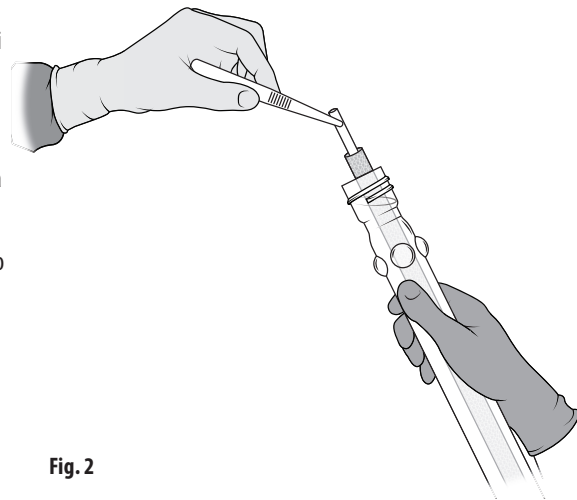

Fig. 2
4. Mandrina va pluti deasupra deschizăturii tubului. Îndepărtați proteza în mod aseptice din tub apucând capătul mandrinei și ridicând-o ușor din tub. Fig. 2. Nu permiteți ca proteza să atingă marginea exterioară a tubului. „T” din partea inferioară a mandrinei va împiedica grefa să alunece de pe mandrină.